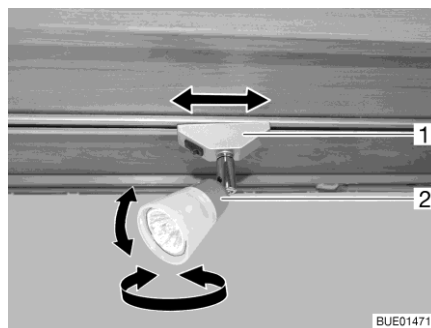

Fig. 43 Faretto (Campeo)
Come orientare il faretto: ■ Orientare l'involucro (Fig. 43,2) del faretto nella posizione desiderata.
- Ruotare il supporto (Fig. 43,1) di ca. 45°.
- Ruotare il supporto (Fig. 43,1) di 90°.